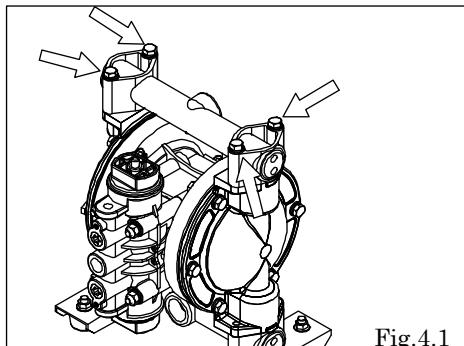

Fig.4.1
- ・アウトマニホールド取付ボルト4か所を外し、アウトマニホールドを取り外す。[Fig.4.1]